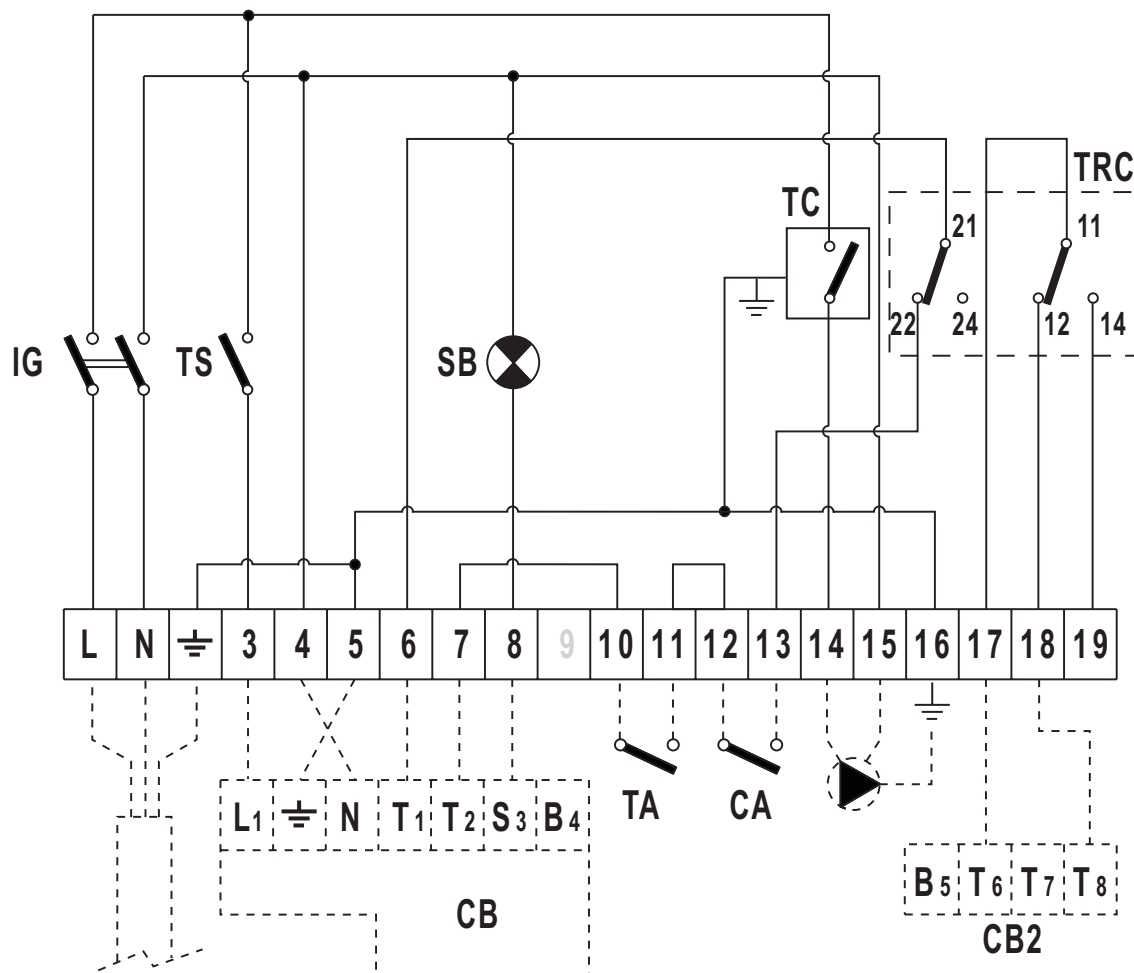

fig. 2 - Schema elettrico del pannello di controllo 0Q2K10XA
**0Q2K10XA** – Pannello di controllo termostatico 2 stadi (fig. 2)
### Schema della morsettiera dei collegamenti elettrici (fig. 2)